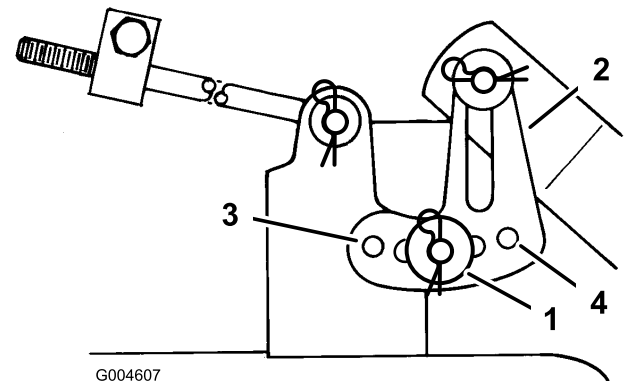

Bild 45
11. Entfernen Sie den Splint und die Scheibe von der Nivellierhalterung (Bild 45).
12. Setzen Sie die Nivellierhalterung in ein anderes Loch ein und montieren Sie die Scheibe und den Splint (Bild 45).